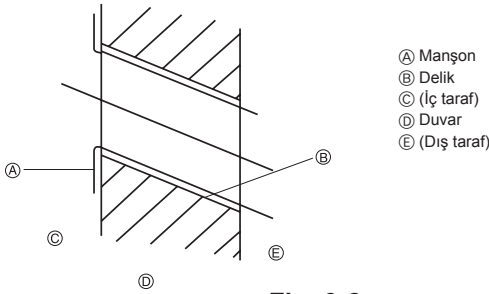

Fig. 3-2
3.1.2. Boru deliğinin delinmesi (Fig. 3-2)